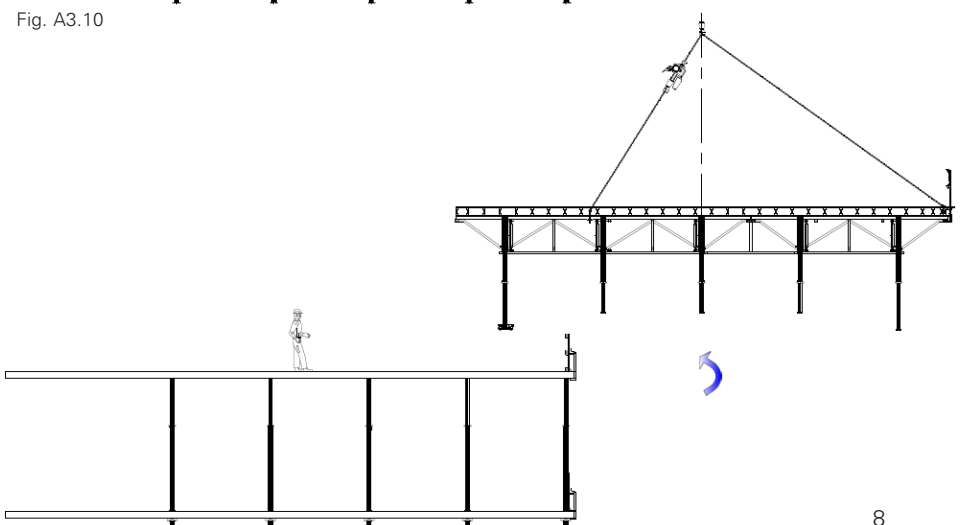

Fig. A3.11
9. Retirer le dispositif de retenue de la table pour faire voler librement la table jusqu'au niveau suivant. (Fig. A3.11)